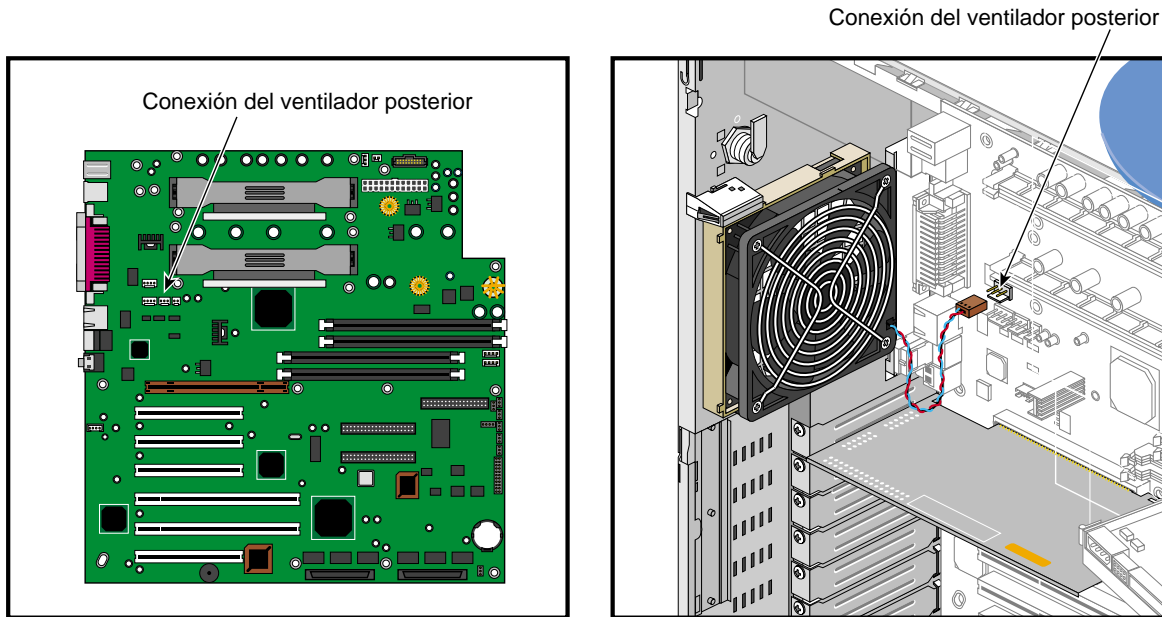

Figura 2-17 Conexión del cable del ventilador posterior
3. Desconecte el cable del ventilador de la tarjeta del sistema. Consulte la Figura 2-17 en la página 40 para conocer la posición de la conexión del cable del ventilador.
11. Conecte el cable del ventilador. Consulte la posición del cable en la Figura 2-17.